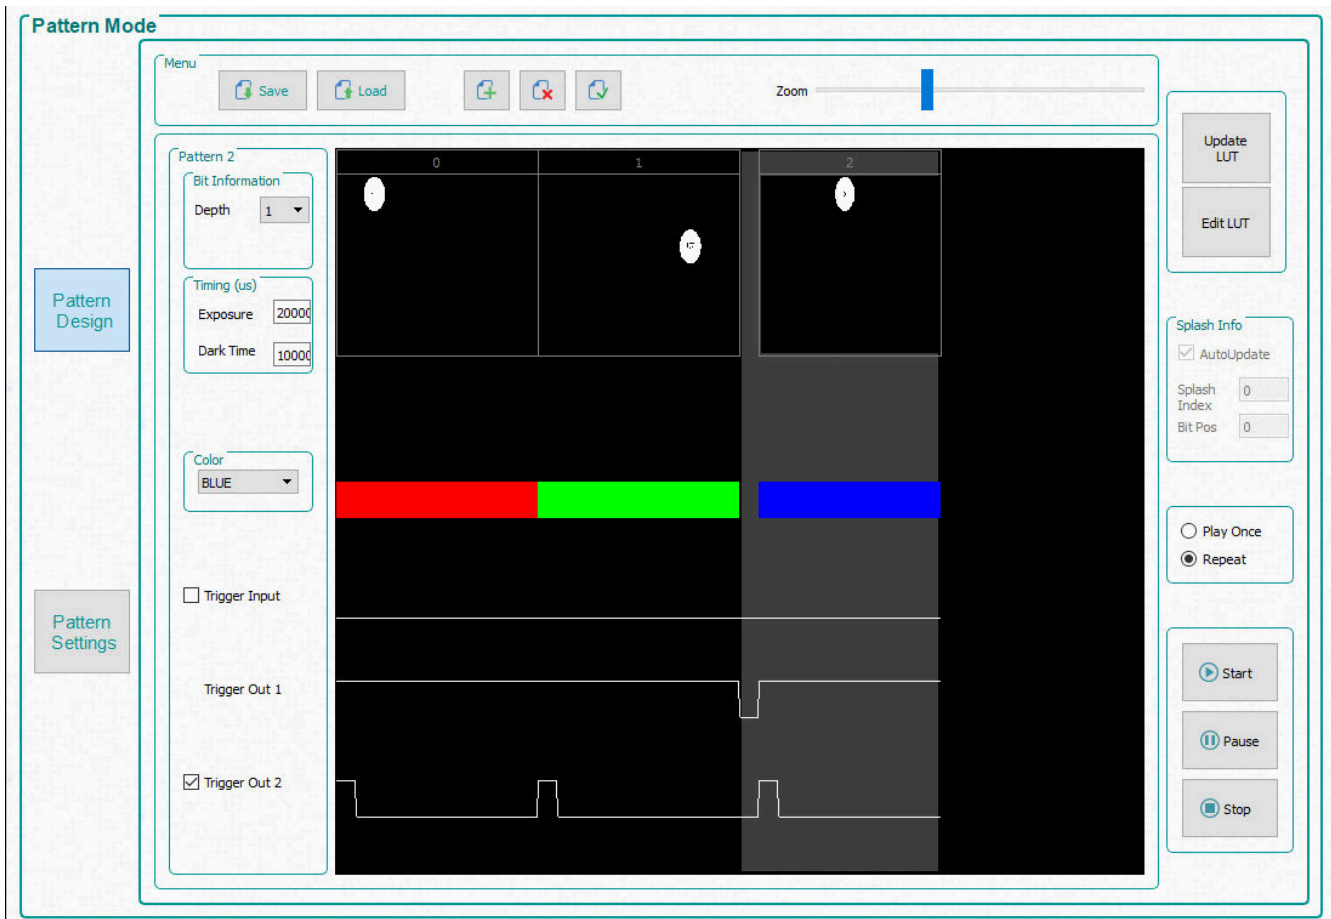

图 3-2. 简单的三图案序列
在接下来的三个步骤中，所选图案由浅灰色选择区域表示。请参阅图 3-2，其中展示了所选的第三个图案（图案 2）。
5. 选择第三个图案，并选择位深度为 1。将曝光时间设置为 200000 μ s，将黑暗时间设置为 100000 μ s，并将颜色选择为 **Blue**。图 3-2 展示了图案序列。